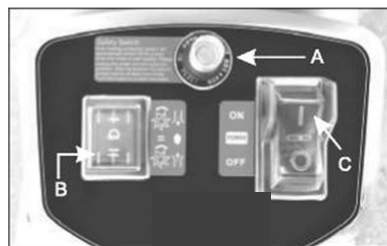

Fig. 4
3. Appuyez et maintenez l'interrupteur Marche/Arrêt sur la position MARCHE (I) pour enlever les objets qui pourraient obstruer les lames. (Fig. 4)